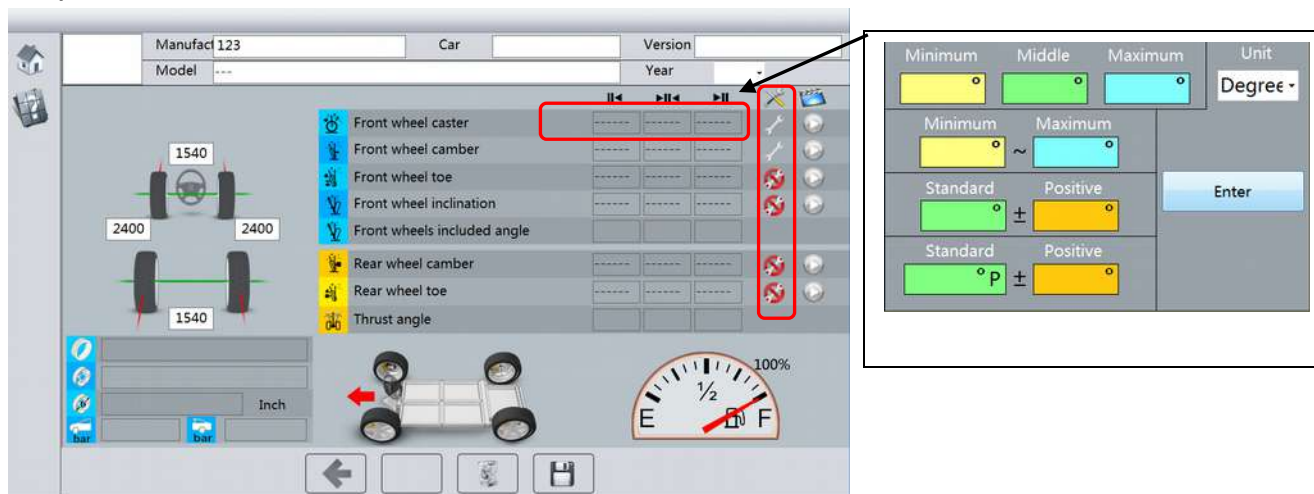

Рис.16
2. Добавление данных. Выберите пункт, информацию о котором хотите добавить. Дважды щелкните мышкой. Впишите информацию. Тут же можно увидеть, применимо ли это для выбранной модели или нет. Рис. 16. После добавления сохраните и выйдите.